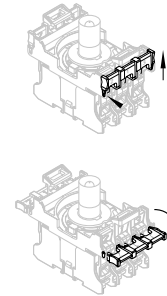

Fig.11
2. Suporte de contacto desmontado e abertura do fusível de contacto (consulte a fig. 11): ao levantar ambos os fusíveis de contacto, estes soltam-se do encaixe e podem ser afastados em 90°. Só depois é possível desmontar os elementos de contacto e de iluminação.